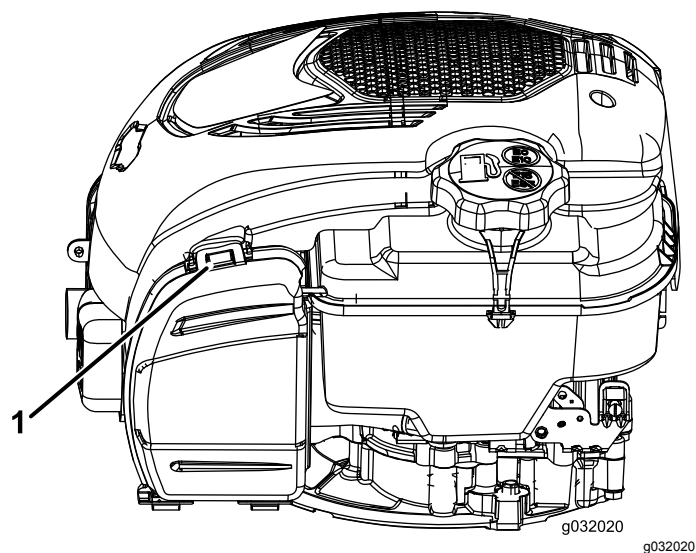

Figura 19
- 1. Tire de la pestaña para abrir la tapa del filtro de aire (Figura 19).